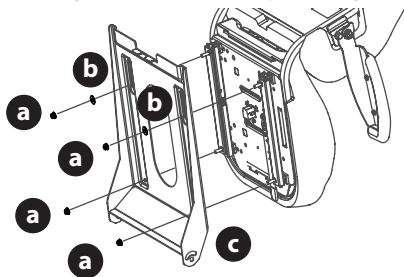

Fig. 6
- b. Pour le levier d'ajustement du siège : utilisez les écrous de blocage à bride (a) et les rondelles plates (b) (Fig. 6).